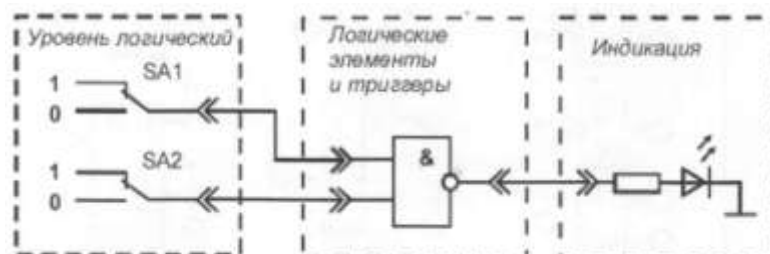

Рисунок 13 - Схема соединений для исследования логического элемента И-НЕ
1. Составить таблицу истинности логического элемента «И-НЕ» и проверить его исправность. Для этого собрать схему (рис. 13), подключив выходы гнезд «Уровень логический» к соответствующим входам (находящимся на одной горизонтали) логического элемента «И-НЕ». Включить тумблер «Сеть». Задавая различные комбинации входных логических сигналов тумблерами SA1 и SA2, фиксировать по светодиоду выходной сигнал логического элемента. Проверить таблицу истинности исследуемого элемента. Результаты занести в таблицу 20. Выключить тумблер «Сеть». Сравнив результаты с составленными таблицами истинности определить, исправен ли элемент.